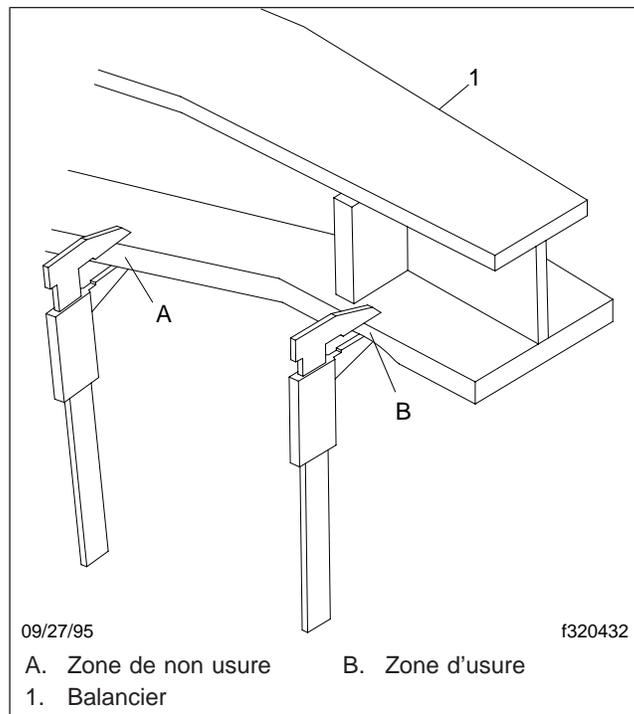

Fig. 7, Épaisseur d'usure de l'extrémité du balancier
4. Manipulez le balancier de sorte à ce qu'un micromètre, un vernier ou un pied à coulisse à cadran soit utilisé pour déterminer l'épaisseur de la surface d'usure sur la face inférieure. Voir la **figure 7**. Les mesures doivent être prises à un minimum de 13 mm (1/2 po) des bords des ailes du balancier pour éliminer toute usure qu'auraient pu subir les bords. Soustrayez l'épaisseur de la zone d'usure de la zone de non usure pour déterminer la quantité d'usure.